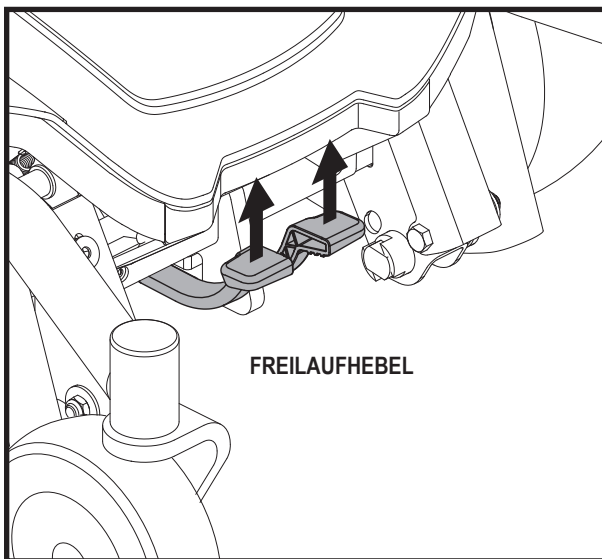

Bild 4. Fahrmodus (Antrieb aktiviert)
2. Ziehen Sie beide Hebel nach oben, um die Antriebsmotoren einzukuppeln (Fahrmodus). **Siehe Bild 4.**